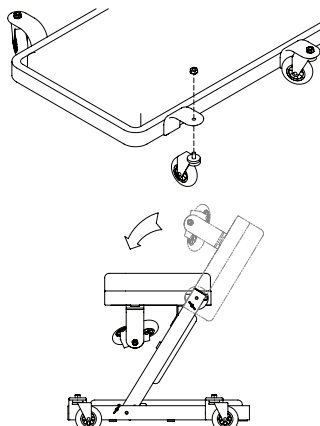

Figura 2: Configuración de asiento alto
2. Retire el pasador de seguridad del marco central y gire el marco hacia adelante. Ajuste el pasador de seguridad. Retire el pasador de seguridad del marco para la cabeza y gírelo hacia atrás, como se muestra en la figura 2. Ajuste el soporte para ruedecillas con bisagras tal como se indica. Esta es la configuración del asiento superior.